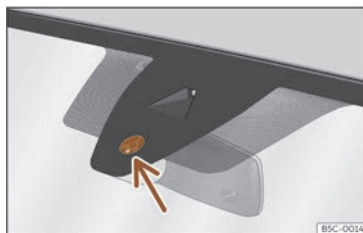

Fig. 105 Superfície sensible do sensor de choiva.
As posibles causas de anomalías e interpretacións erróneas na área da *superficie sensible* >>> **fig. 105** do sensor de choiva son, entre outras:
- **Sucidade:** o po seco, a cera, o recubrimento dos cristais (efecto loto) ou os residuos de deterxente (túnel de lavado) poden diminuír a eficacia do sensor de choiva ou facer que reaccione máis tarde, máis lento ou que non funcione. Limpe regularmente a superficie sensible do sensor de choiva >>> **fig. 105** (frecha) e comprobe posibles danos nas gomas.